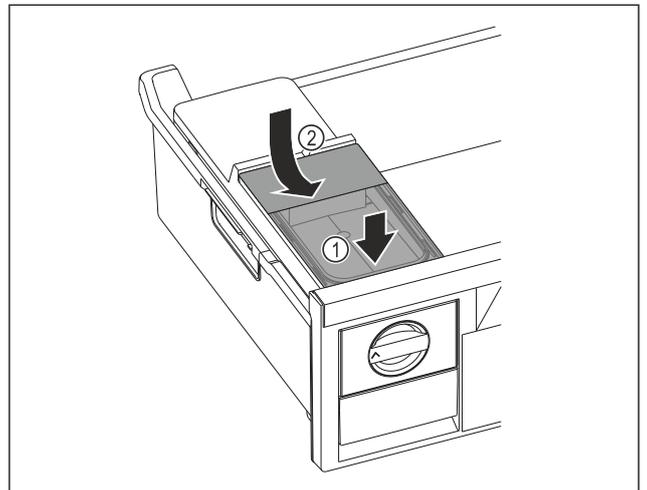

Fig. 77
- Collegare il serbatoio dell'acqua alla parte anteriore. Fig. 77 (1)
- Abbassare il serbatoio dell'acqua posteriore. Fig. 77 (2)